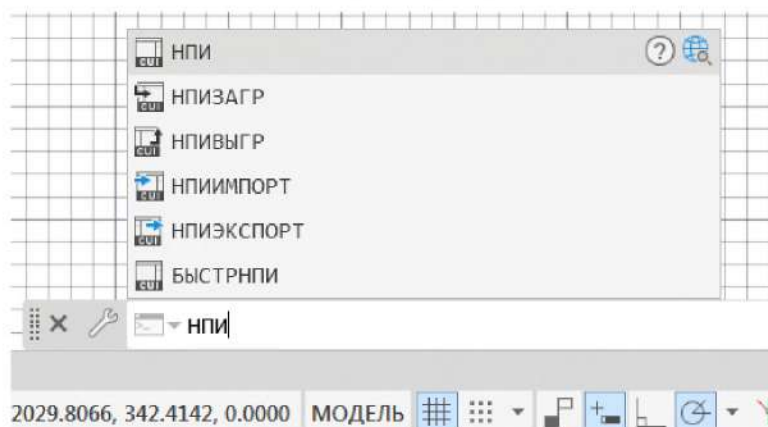

Рисунок 1.32. Переход на панель УАЭПИ из командной строки
3.2. Путем вызова из *Командной строки* (рисунок 1.32)